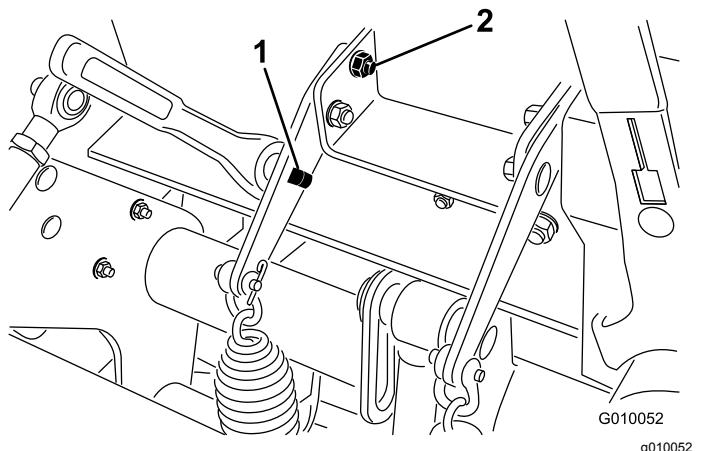

Figura 30
3. Insira uma lingueta de travação com $\frac{1}{2}$ pol. ou uma alavancinha no orifício quadrado na placa de molas (Figura 30).